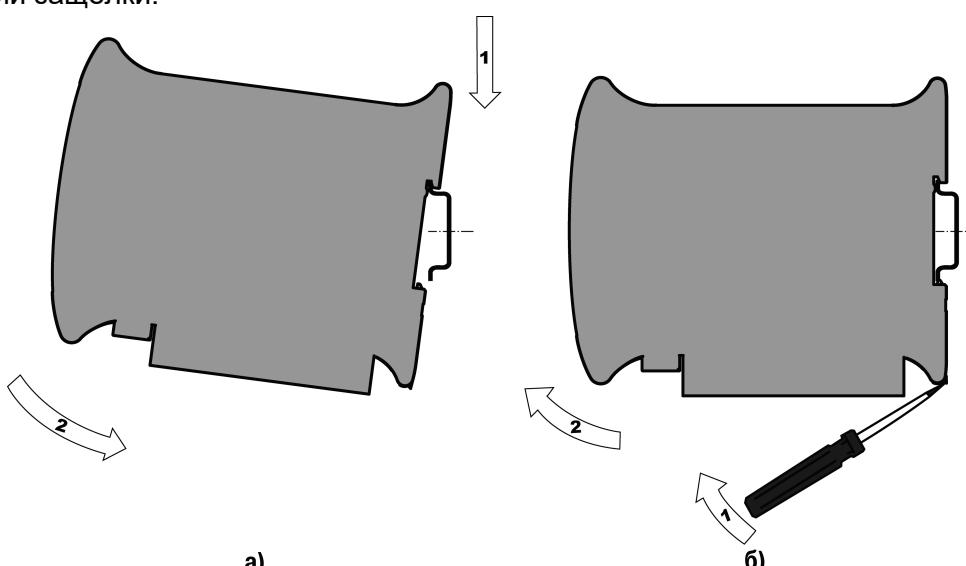

Рисунок 6.3
- В проушину защелки вставляется острие отвертки (см. рисунок 6.3 (б)),